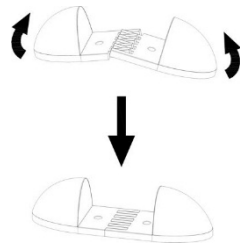
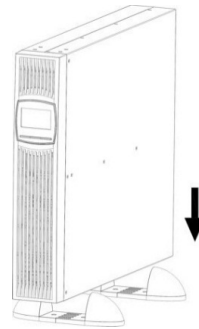

Abbildung 6: Fußmontage
Abbildung 7: Installation als Tower
2. Verbinden Sie jeweils zwei Fußkomponenten zu einem Fuß (siehe Abbildung 6) und schieben die USV-Anlage von oben in die beiden Füße (siehe Abbildung 7). Achten Sie auf einen möglichst großen Abstand zwischen den Füßen, um hohe Stabilität zu gewährleisten.